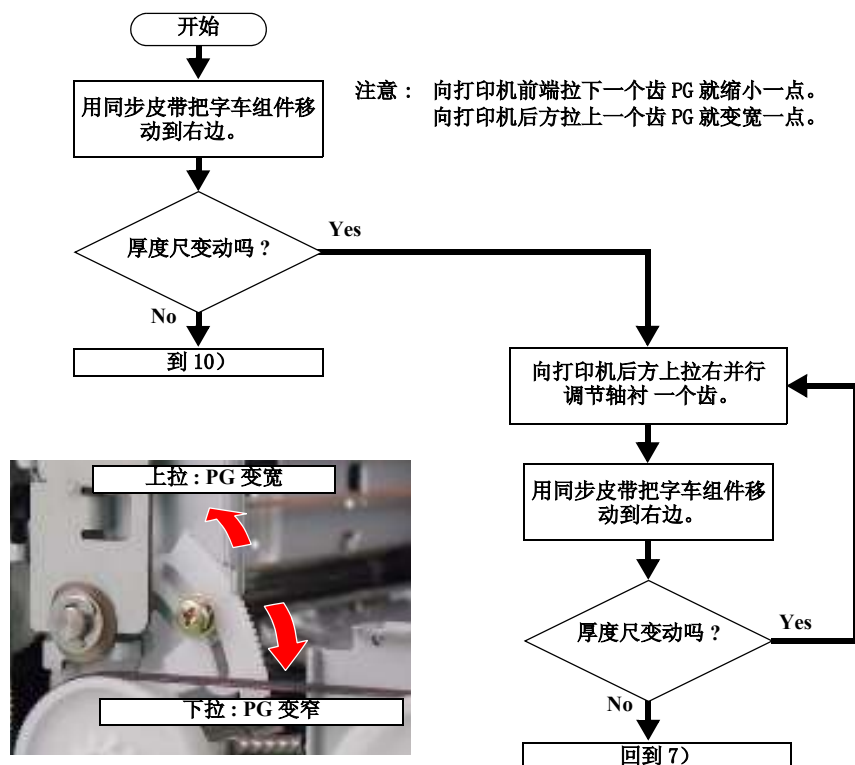

图 3-11. PG 检查 (1)
9. 完成了右侧 PG 调整后, 再把字车移到左边, 按照图 3-11 流程图检查 PG。